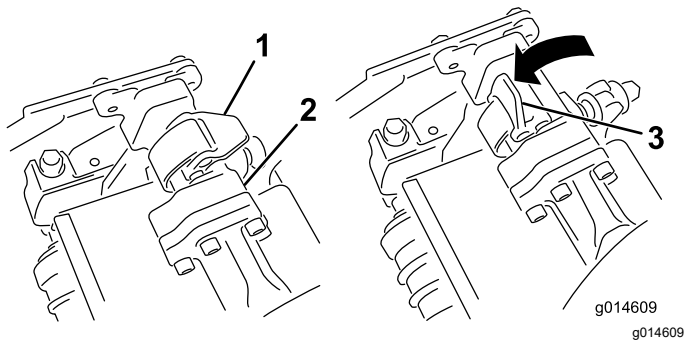
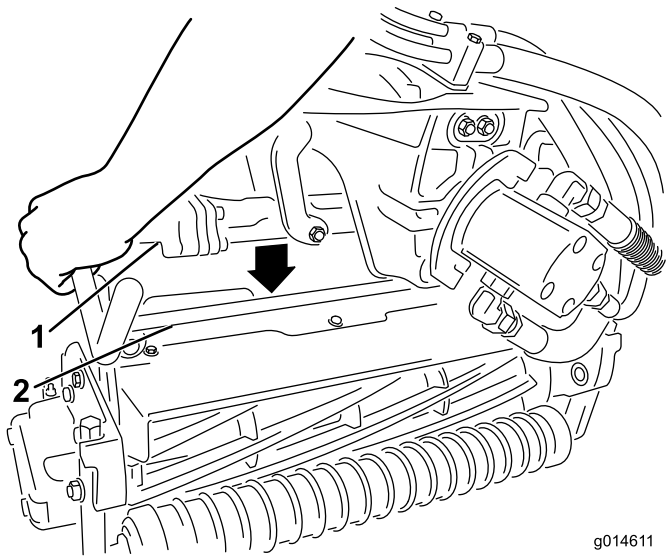

図 54
図 55
3. サスペンションアームのバーについているラッチを上向き開いた状態にして 図 54、サスペンションアームを押し下げて、バーを、カッティングユニットのバーの上に被せるようにする 図 55。
4. ラッチを下げて閉じるとカuttingユニットのバーがロックされてユニットがアームにセットされる図 54。
4. 取り外したいCuttingユニットのサスペンションアームのバーについているラッチを開く(図 54)。